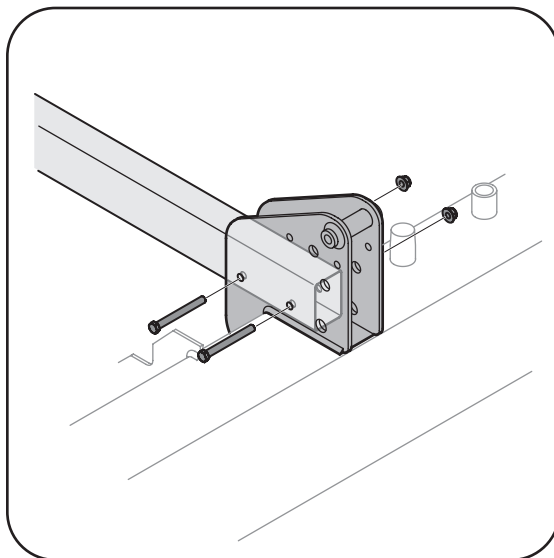

Figura 3-6
2. Coloque la lengüeta en posición y asegure con la ferretería recién extraída. Vea la Figura 3-6.